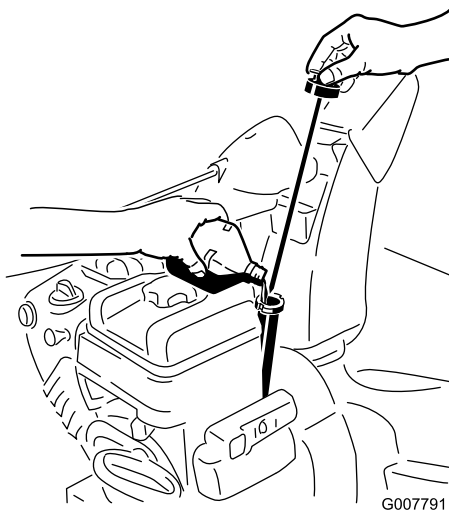

Figure 43
2. Sortez de nouveau la jauge et contrôlez le niveau d'huile (Figure 43). Faites l'appoint si le niveau est en dessous du repère "Add" sur la jauge (voir Plein d'huile du carter moteur).